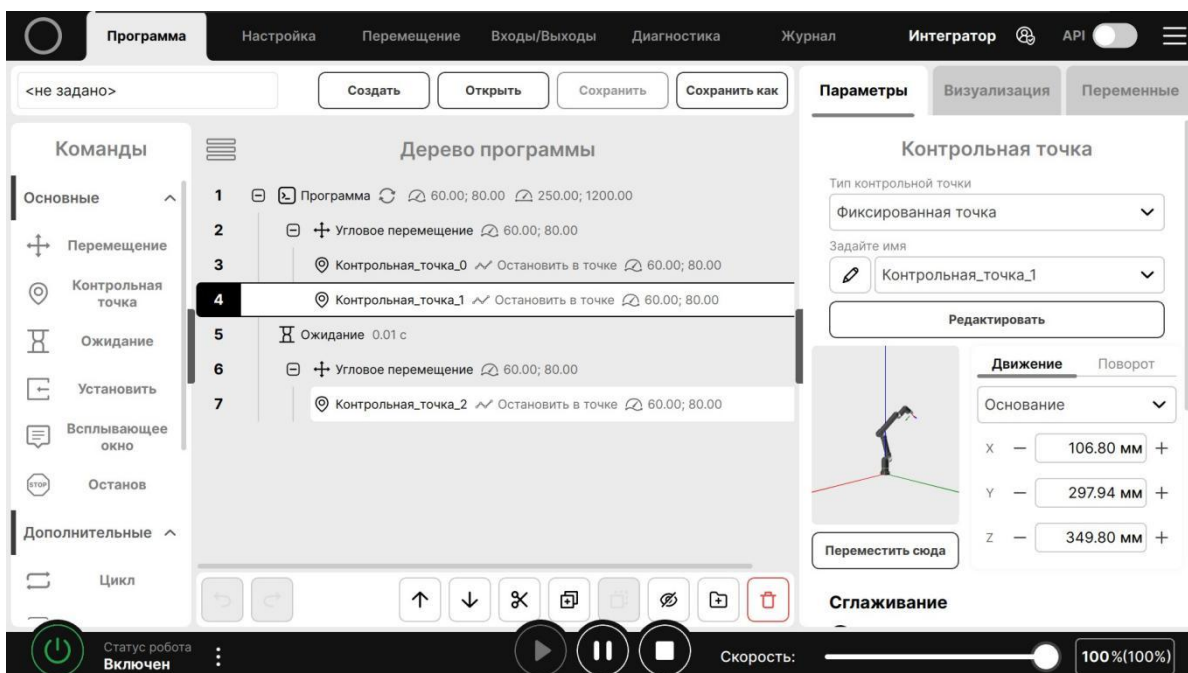

Рисунок 78 – Выделение выполняемой команды.
- Программы часто становятся довольно объемными, поэтому, чтобы иметь возможность следить за исполнением программы, можно посмотреть, какая команда активна. Выполняемая команда подсвечивается и обрамляется черной рамкой (Рисунок 78).